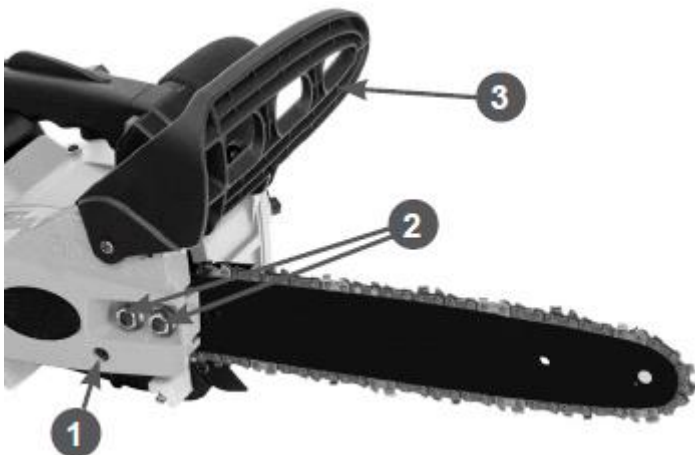

Рис. 2 Снятие крышки шины
4.1.1 Перед установкой шины и цепи убедитесь в том, тормоз цепи находится в расторможенном положении. Для этого рукоятку тормоза поз. 3 Рис. 2 потяните на себя до щелчка.